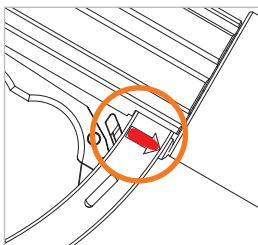

Abbildung 14
- ▶ Ziehen Sie den Verriegelungshebel (Pos. 6) in Pfeilrichtung zurück (*Abbildung 14*), um den Verriegelungsmechanismus zu lösen und den Betätigungshebel (Pos. 7) in die OFF-Stellung zu bringen.